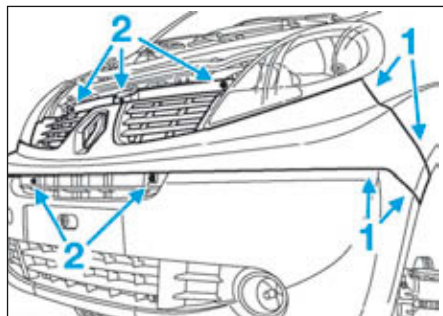

FIG.118
- Déclipper la calandre en (1) (Fig.118).
- les vis (2) de calandre,
- Reposer (Fig.118) :
- les vis (2) de calandre.
- Clipper la calandre en (1).